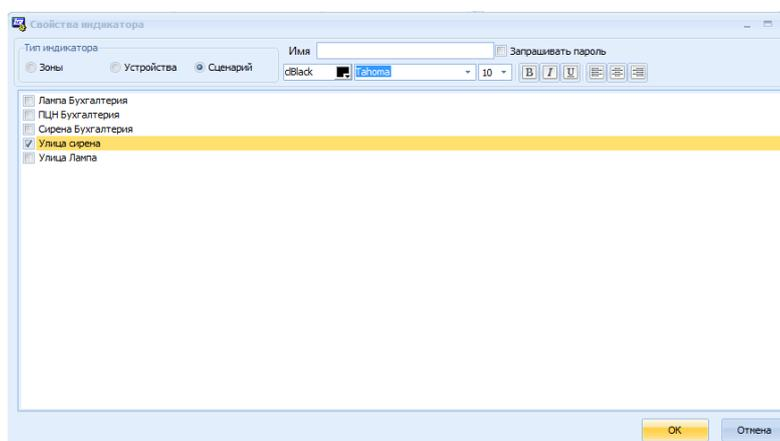

Рис. 11 Окно Свойства индикатора, добавление сценария на ячейку индикации
1. С помощью двойного щелчка мыши по ячейке индикации открыть окно **Свойства индикатора** (Рис. 11);